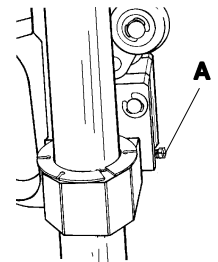
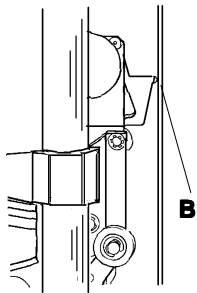

Figure 24
FIGURE 25
2. The **ROCKER ARM ADJUSTING SCREW (A)** in **Figure 24** determines the "at rest" position of the **ROCKER ARM**; that is, the position of the cutting tools when the **SHORT THUMB LEVER** is not depressed. Set this screw so the glass cutting wheel is about .020" (1/2mm) from the vertical extrusion of the machine. You may judge this by looking from the right side, **Figure 25 (B)**. The wheel should not enter the groove, but should be close enough to contact the thinnest glass to be cut. This position of the **ROCKER ARM** will also insure the mat/mount board blade will enter the groove, but not touch the aluminum at the bottom of the groove.
2. Mit der **Kippebeleinstellschraube (A)** in **Abbildung 24** wird die Ruheposition des **Kipphebels** festgelegt. Die Ruheposition ist Position des Schneidwerkzeugs wenn der kurze Hebel nicht niedergedrückt ist. Die Schraube sollte so eingestellt werden, daß das Glasschneiderädchen ca. 0,5 mm von dem vertikalen Preßprofil der Maschine entfernt ist. Diese Einstellung können Sie vornehmen, wenn Sie von der rechten Seite her hineinschauen, **Abbildung 25 (B)**. Das Rädchen sollte nicht in die Einkerbung hineinreichen, aber so knapp wie möglich darüber sein, um auch die dünnste Glasscheibe schneiden zu können. Diese Position des **Kipphebels** wird auch sicherstellen, daß die Passepartout/Karton Klinge in die Kerbe hineinstehen wird, aber nicht das Aluminium auf der Bodenfläche der Kerbe berühren wird.
2. La **VIS DE RÉGLAGE DU BALANCIER À COULISSE (A)** dans la figure 24 détermine la position "au repos" du **BALANCIER À COULISSE**, c'est-à-dire la position des outils de coupe lorsque l'on n'appuie pas sur le **LEVIER DE TAQUET COURT**. Réglez la vis de manière à ce que la molette de coupe de verre soit à environ 1/2 mm (0,020 po.) de l'extrusion verticale de la machine. Vous pouvez juger de la distance en regardant du côté droit, **Figure 25 (B)**. La molette ne devrait pas entrer dans le rail mais devrait être suffisamment près pour entrer en contact avec le verre le plus fin devant être coupé. Cette position du **BALANCIER À COULISSE** devrait également assurer que la lame pour couper les panneaux de montage ou les encadrements entrera dans le rail mais ne touchera pas l'aluminium au fond du rail.